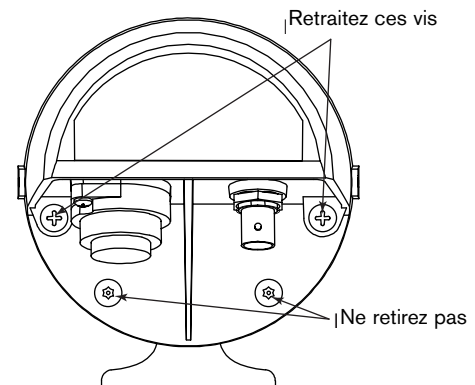

FIGURE 1 Retrait des vis captives
1. Retirez les deux vis situées dans la partie supérieure à l'arrière du boîtier. Ces vis étant captives, vous ne pouvez les retirer intégralement. Ne retirez pas les deux vis situées dans la partie inférieure. Veuillez vous référer à la figure 1.